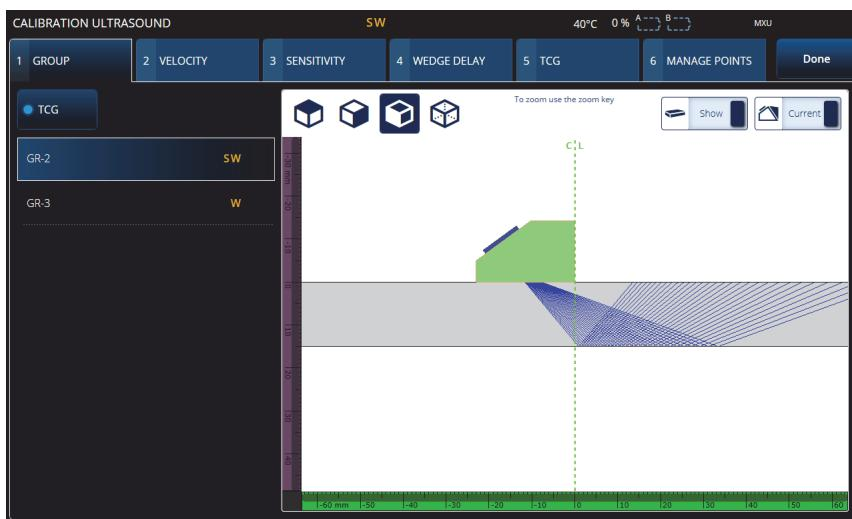

图 4-1 校准 > 组
1. 选择  **Plan & Calibrate** (计划 & 校准) > **Calibration Tools** (校准工具)，访问 **PA/UT/TFM Calibration** (PA/UT/TFM 校准) 向导 (参见第 154 页的图 4-1)。参阅第 170 页的“TOFD 校准”，进行 TOFD 校准。与扫查计划向导一样，校准向导的工作流程也 (针对不同类型的校准) 被分成几个选项卡或部分。
2. 在 **Group** (组) 选项卡中 (参见第 154 页的图 4-1)，选择想要校准的组。对于 UT 组，还要选择要校准的定量方法：**TCG**、**DAC** 或 **DGS**。